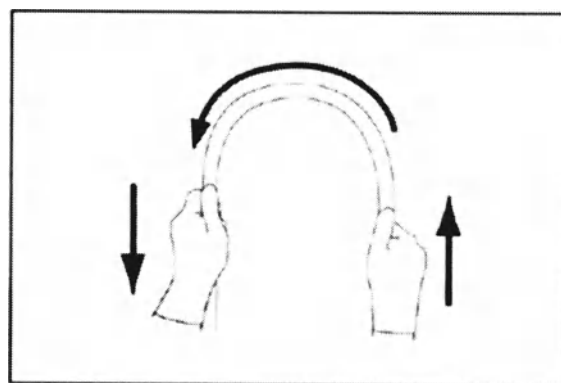

Рис. 3.2 Осмотр видеоэндоскопа.
6. Обеими руками согните вводимую трубку эндоскопа в полукруг. Затем, двигая руками, как показано стрелками, убедитесь, что всю вводимую трубку можно плавно согнуть в полукруг (рис. 3.2).